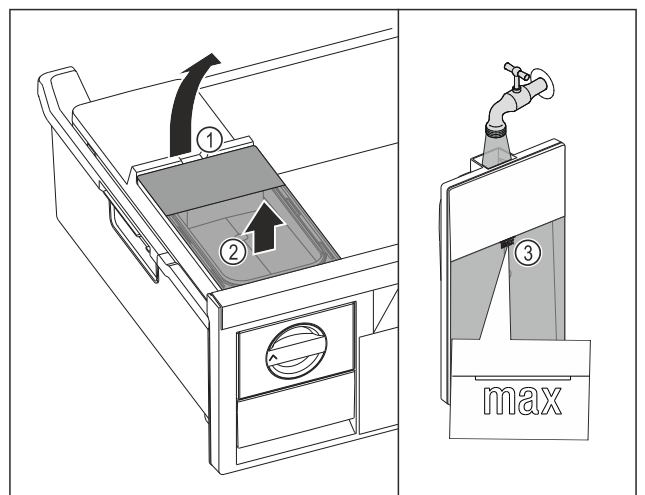

Fig. 109
- ▶ Підняти бак для води за заглиблення Fig. 109 (1).
- ▶ Вийняти бак для води рухом вгору. Fig. 109 (2)
- ▶ Наповнити бак для води питною водою до позначки Fig. 109 (3).